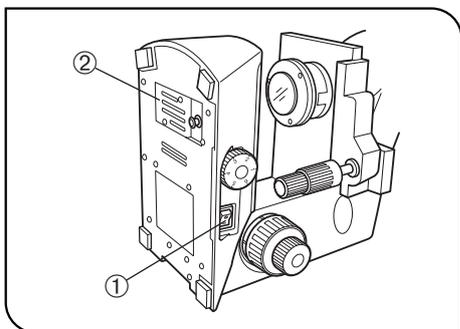

Рис. 1
2. Чтобы избежать опасности удара током и ожогов при замене лампы, установите главный выключатель ① в положение «○» (ВЫКЛ.), после чего отсоедините заранее шнур питания от стенной розетки. В случае замены лампы в процессе или сразу после использования дайте патрону лампы ② и лампе остыть перед тем, как прикасаться к ним. (Рис. 1)